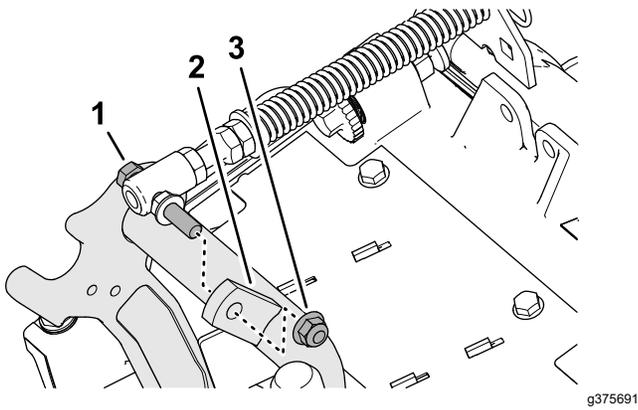

Figura 9
3. Retire la contratuercas con arandela prensada ($\frac{3}{8}$ ") que fija el tornillo del muelle de compensación del céspede a la pestaña derecha del bastidor de tiro, y retire el muelle de compensación de la unidad de corte (Figura 9).